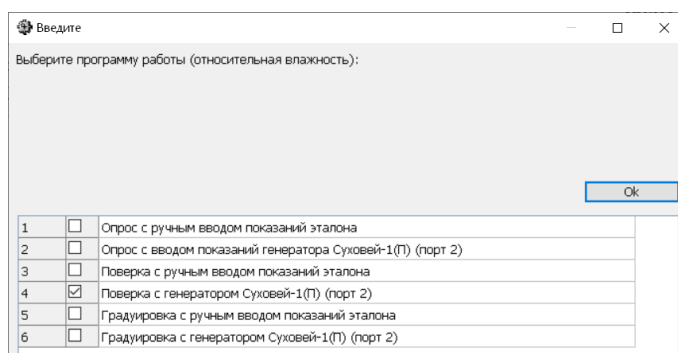

Рисунок 11 – Выбор режима поверки по относительной влажности.
6.3.3. Программа предложит выбрать режим проведения поверки (Рисунок 11). Следует выбрать только одну строку:
7.4.3. Программа предложит выбрать режим проведения поверки (Рисунок 11). Следует выбрать только одну строку: